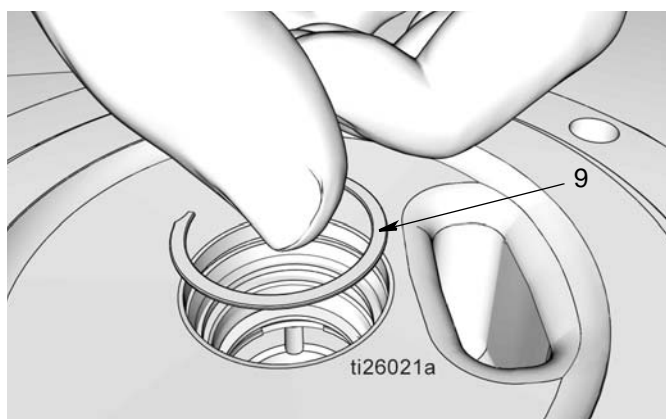

Рис. 39
- j. Установите зажим (9) (Рис. 39). Вы должны услышать «щелчок», если поддерживающий зажим правильно посажен в пазу.